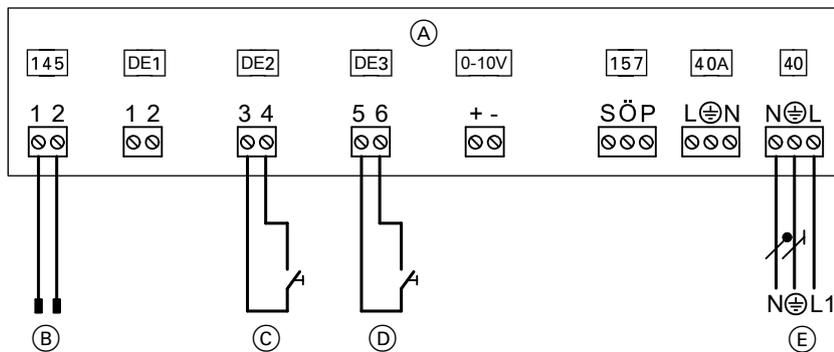

Abb. 57
- An Erweiterung EA1 gemäß Abb. 57